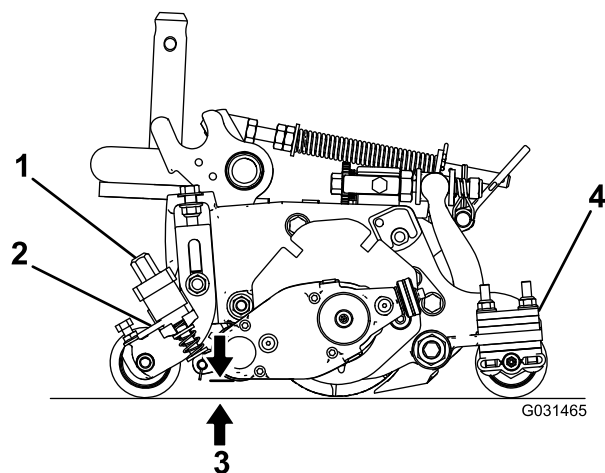

Рисунок 20
3. Поверните рычаги быстрого подъема (**Рисунок 20**) в положение Вкл. (рукоятка направлена в сторону передней части режущего блока).
4. С одной стороны барабана механической щетки измерьте расстояние от самого нижнего конца ножа механической щетки до рабочей поверхности (**Рисунок 20**). Поворачивая ручку регулировки высоты (**Рисунок 20**), поднимите или опустите конец ножа механической щетки на требуемую высоту.